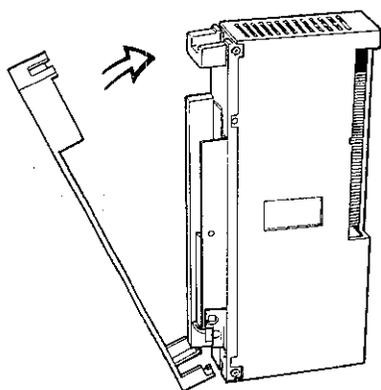

図1
- ①コントロールユニットへのAC電源の供給を断ちます。
- ②メモリユニットの前パネルをはずします(図1)。